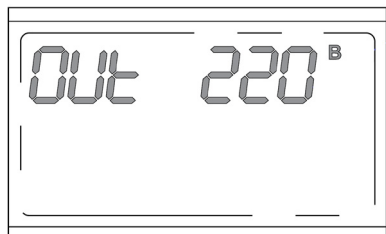

Рисунок 34. ЖК-дисплей в режиме настройки выходного напряжения
1. Двойным быстрым нажатием кнопки  перевести ЖК-дисплей в режим настройки выходного напряжения (**рисунок 34**).
2. Дождаться щелчка (3 секунды после перевода автоматического выключателя «Байпас» в положение ON («I»)) и двойным быстрым нажатием кнопки  перевести ЖК-дисплей в режим настройки выходного напряжения (**рисунок 34**).